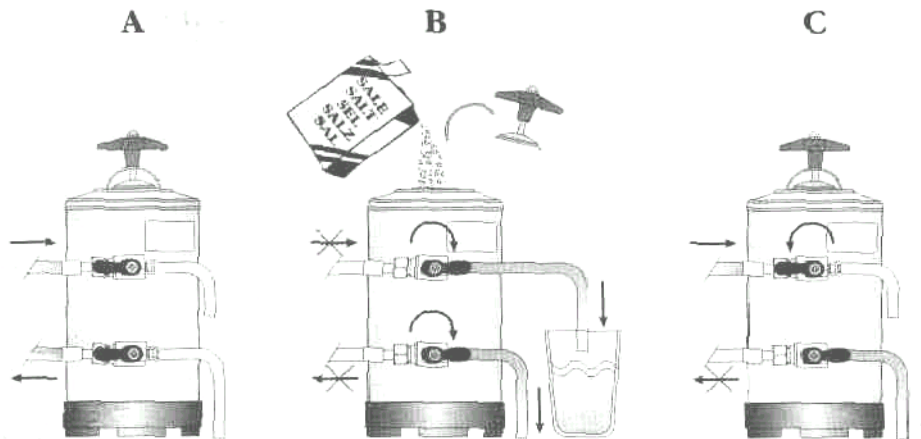

Рис. 3.
- Постоянная регенерация (рис. 3)